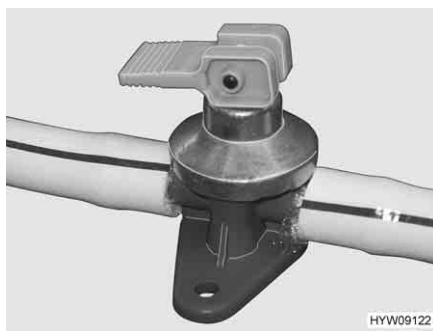
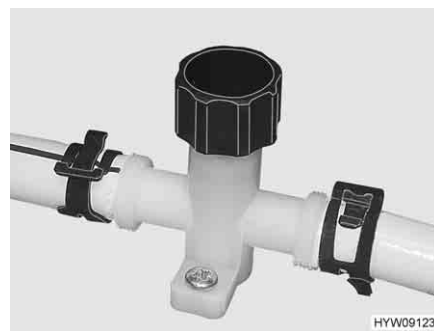

Fig. 97 Rubinetto di scarico (boiler Truma)
Fig. 98 Rubinetto di scarico (tubatura dell'acqua)
- Chiudere tutti i rubinetti di scarico (Fig. 97 o Fig. 98). Chiudere i coperchi in senso orario oppure posizionare la leva a bilanciere in posizione orizzontale. L'ubicazione delle valvole di sicurezza/di scarico e dei rubinetti di scarico è riportata al paragrafo 10.6, alla fine di questo capitolo.